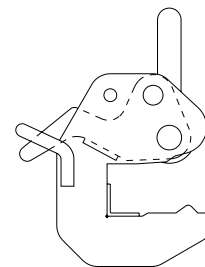

Abb. 38.3
1. Zuerst Sicherheitshebel soweit wie möglich öffnen (Abb. 38.3).